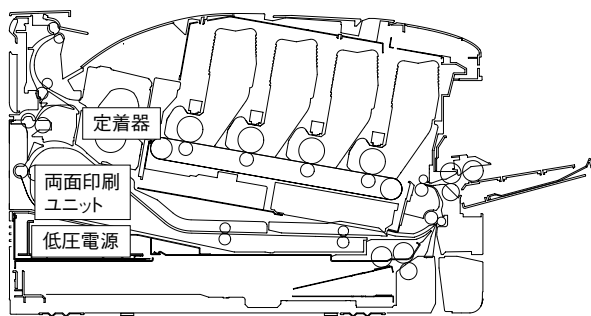

図2 C811/C841断面図
① 用紙走行ルートを傾斜させ、その下に両面印刷ユニットと低圧電源を配置することで装置の奥行きと幅を縮小した(図2)。
② 用紙サイズ検出スイッチを横配置から縦配置に変更し、イメージドラム駆動モータをサイドフレームの内側に配置することにより装置の幅を縮小した。
③ エンジン制御基板とコントローラ基板の一体化・基板配置見直しにより実装効率をアップした。